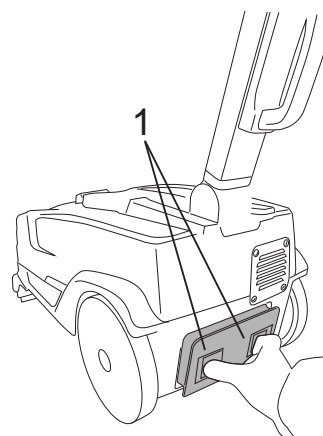

Fig.13A
Tryck de två skjutlåsen för frigöring och dra ut batteriet (bild 13A-ref.1).